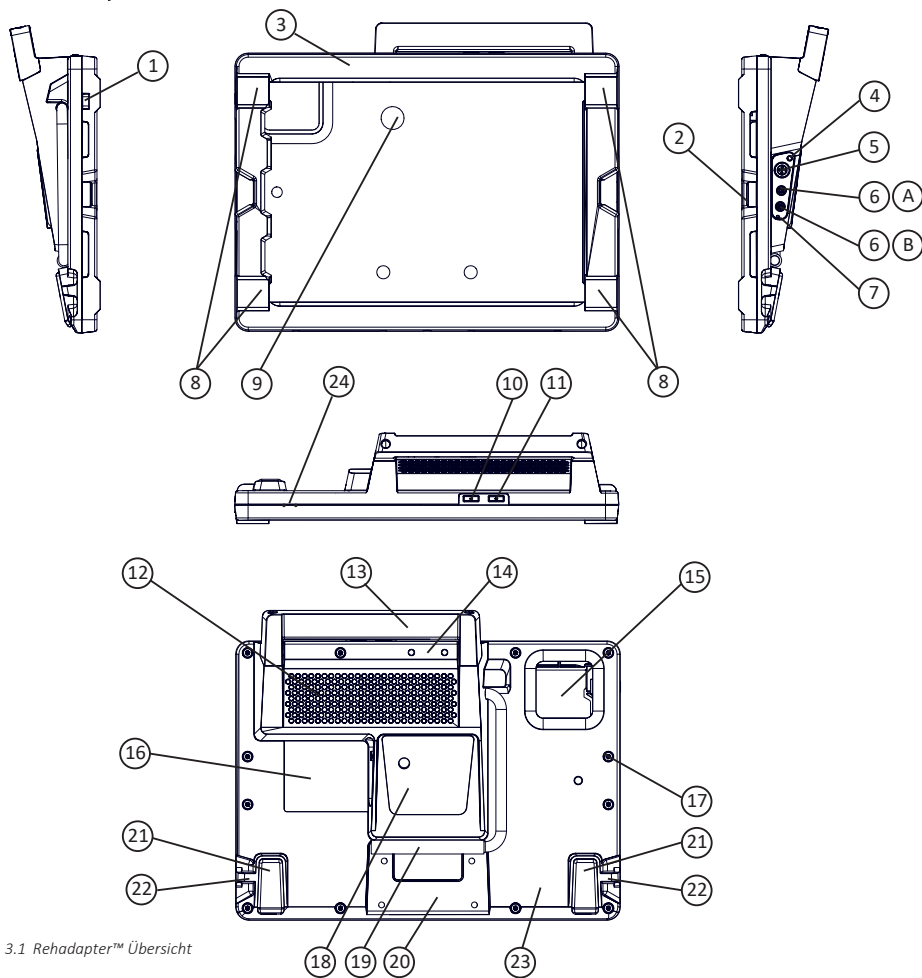

Abb. 3.1 Rehadapter™ Übersicht
Um den Rehadapter™ einzuschalten, drücken Sie die Lautstärke, lauter-Taste ⑪ an der Oberseite des Gehäuses für 3 Sekunden (**Abbildung 3.1 Rehadapter™ Übersicht**).
Um die Lautstärke anzupassen, drücken Sie die eine der beiden Lautstärke-Tasten ⑪/⑫ an der Oberseite des Rehadapter™ (*Abbildung 3.1 Rehadapter™ Übersicht*).
Laden Sie den Rehadapter™ nur mit dem mitgelieferten Netzteil und Ladekabel. Die magnetische Ladebuchse ⑤ befindet sich auf der Rückseite (*Abbildung 3.1 Rehadapter™ Übersicht*).
1. Verbinden Sie das Ladekabel mit der magnetischen Ladebuchse ⑤ am Rehadapter™ und dem Netzteil. Der Ladestecker ist magnetisch und findet seine korrekte Position durch leichtes Drehen.
3. Laden Sie den Rehadapter™ auf, bis der Akku vollständig geladen ist. Sobald der Akku des Gerätes vollständig geladen ist, leuchtet die Betriebsanzeige-LED ④ blau.